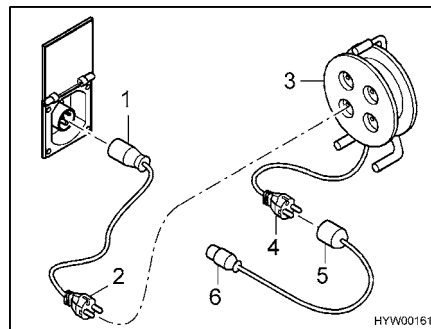

Bild 99 Anslutningsmöjligheter 230 V-anslutning
- Adapterkabel: CEE 17 anslutningskoppling med skyddskontakt (Bild 99,1) – stickkontakt med skyddskontakt (Bild 99,2)
- Kabeltrumma: Eluttag med skyddskontakt (Bild 99,3) – stickkontakt med skyddskontakt (Bild 99,4)
- Adapterkabel: Anslutningskoppling med skyddskontakt (Bild 99,5) – CEE 17 stickkontakt med skyddskontakt (Bild 99,6)